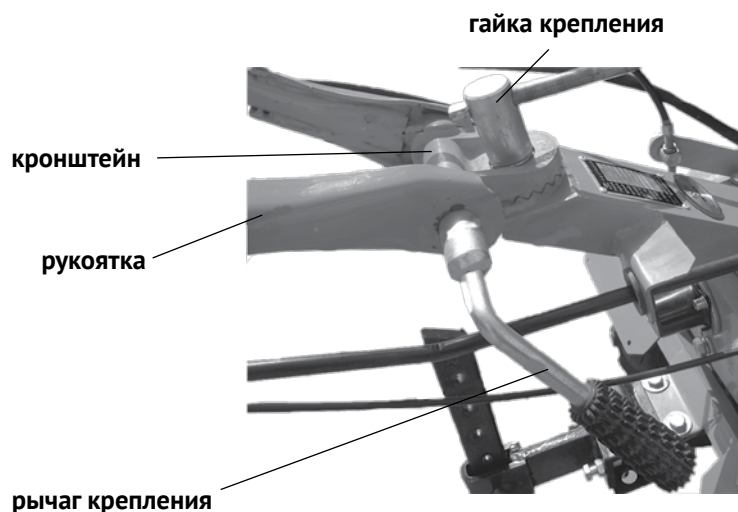

рис.4
3.3 Установка рукояток управления (см.рис.4):